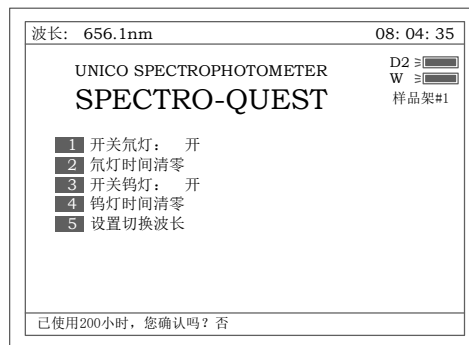

图 81
b. 图 79 中按【2】键经确认可将氙灯已使用时间清零，图 81 所示.